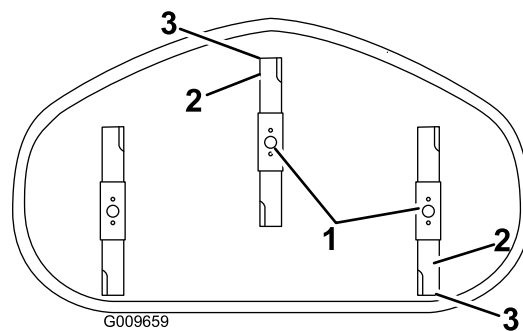

Figura 54
4. Gire cuidadosamente las cuchillas colocándolas en el sentido de avance de la máquina (Figura 54).
5. Mida entre la punta de la cuchilla delantera y la superficie plana y entre la punta de la cuchilla trasera y la superficie plana (Figura 54). Si la punta de la cuchilla delantera no está entre 1,6 a 7,9 mm (1/16" a 5/16") más baja que la punta de la cuchilla trasera, ajuste la contratuerca delantera.
entre 1.6 y 7.9 mm (1/16" y 5/16") más baja que la punta de la cuchilla trasera (Figura 54).